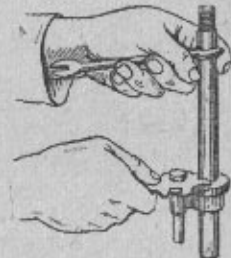

Рис. 38. Отделение регулятора
10. Отделить регулятор: а) удерживая ствол, как при отделении пламегасителя, вынуть при помощи выколотки разрезную чеку гайки; б) наложить ключ на гайку и отвернуть ее (рис. 38); если гайка закреплена